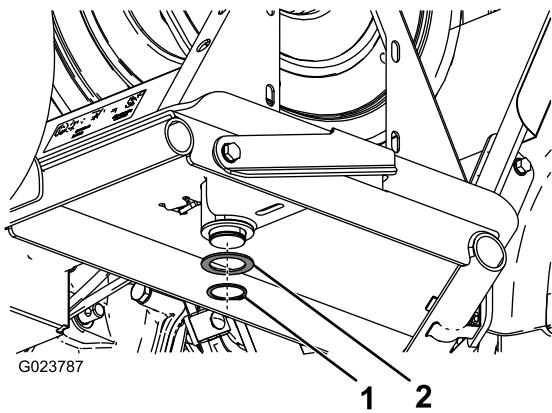

図 10
4. ホースリールフレームの下側で、スイベルプレートの柱にスラストワッシャとスナップリングを取り付ける図 10。